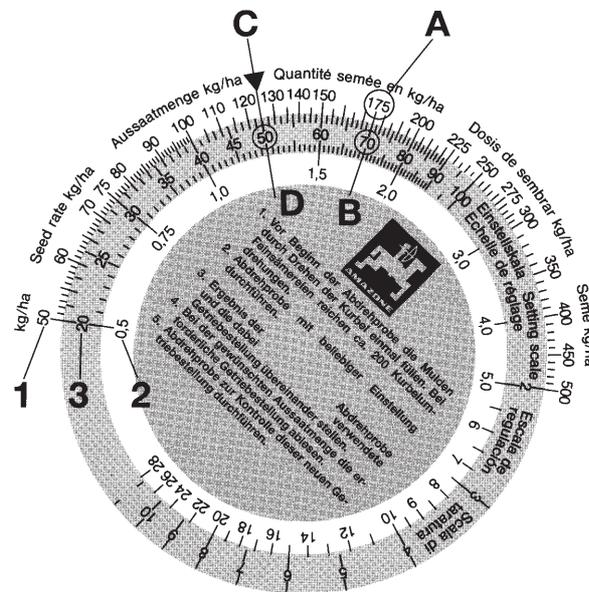

Рис. 3.27
Как правило, **первая** предварительная проверка нормы высева не дает еще желаемой нормы высева. Однако, используя значения **первой** проверки можно легко определить правильный номер регулировки коробки передач при помощи счетного диска (рис. 3.27). Счетный диск состоит из трех шкал. Наружная белая шкала (рис. 3.27/1) для всех норм высева свыше 30 кг/га, а внутренняя белая шкала (рис. 3.27/2) для всех норм высева ниже 30 кг/га. На средней цветной шкале (рис. 3.27/3) указаны номера регулировок коробки передач от 1 до 100.
- Норму высева 175 кг/га (рис. 3.27/A) и номер регулировки коробки передач "70" (рис. 3.27/B) установите на счетном диске один над другим.
- Теперь снимите на счетном диске показание номера регулировки коробки передач для желаемой нормы высева 125 кг/га (рис. 3.27/C). В нашем примере номером регулировки коробки передач является "50" (рис. 3.27/D).